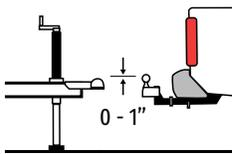
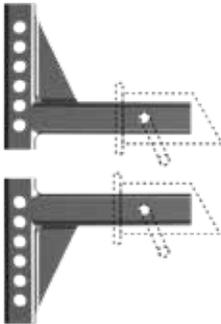

Figure 2
Figure 3
3. Glissez la tête d’attelage sur la barre d’attelage en gardant la partie supérieure de la boule d’attelage entre 0 et 1 po au-dessus du coupleur de la remorque. (Figure 2) Parfois, vous devez peut-être tourner la barre d’attelage vers le haut ou utiliser une barre d’attelage Equal-i-zer avec une plus grande montée/descente pour placer la boule d’attelage à la bonne hauteur. (Figure 3)